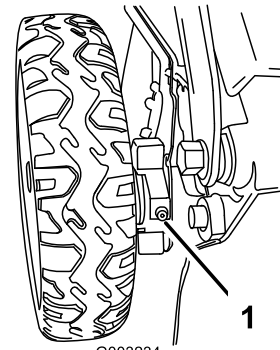

Figure 37
- Essayez les graisseurs situés juste à l'intérieur des roues arrière avec un chiffon propre (Figure 37).